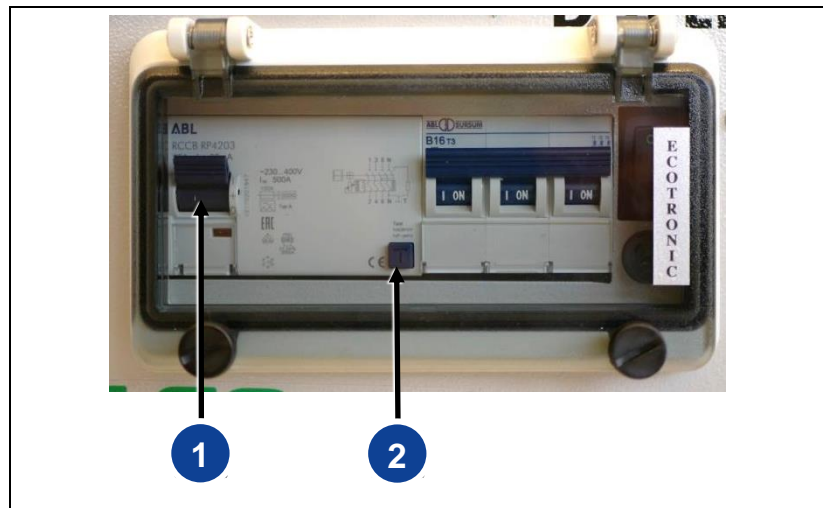

Abb. 5-1: FI-Schutzschalter
Zusätzlich muss das Bedienungspersonal bei jeder Inbetriebnahme durch Betätigen der Prüftaste der Fehlerstrom-Schutzeinrichtung (RCD) (siehe Abb. 5-1-(2)) die mechanische Funktion der Auslösung prüfen.
2. Schutzschalter (Abb. 5-1-(1)) in Pos-1 bringen.
3. Testschalter (siehe Abb. 5-1-(2)) betätigen.
- ✓ Die Position des Schalters (siehe Abb. 5-1-(1)) zeigt das Ergebnis an:
4. Schutzschalter (Abb. 5-1-(1)) wieder in Position-1 bringen, um wieder Verbraucher am Stromerzeuger betreiben zu können.